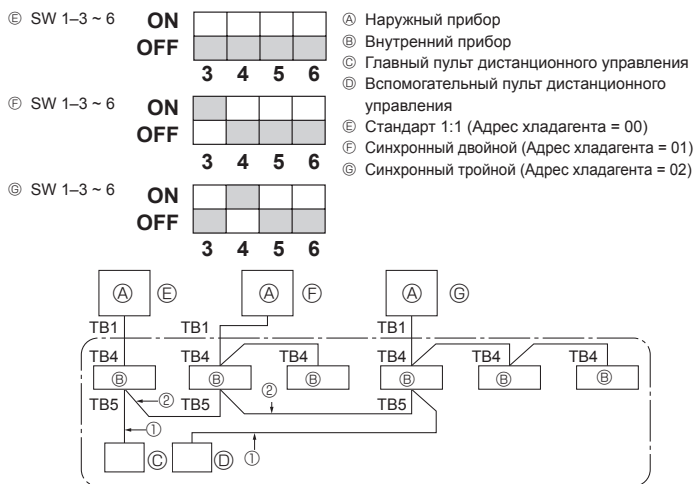

Fig. 9-1
9. Система управления (Fig. 9-1)